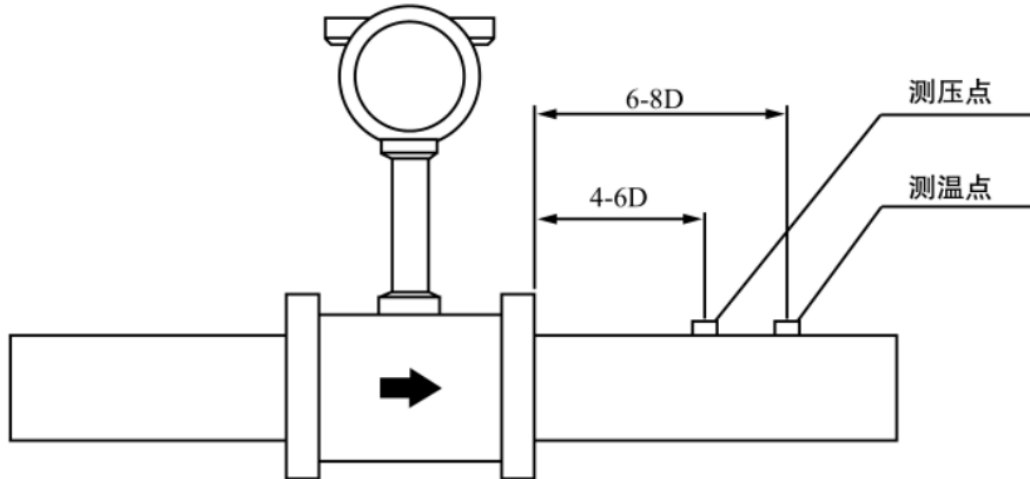

图6带温压补偿的安装位置
4、电气安装应注意传感器与转换器之前采用屏蔽电缆或低噪声电缆连接，其距离不应超过使用说明书的规定。布线时应远离强功率电源线，尽量用单独金属套管保护。应遵循“一点接地”原则，接地电阻应小于 $10\ \Omega$ 。整体型和分离型都应在传感器侧接地，转换器外壳接地点应与传感器“同地”。带温压补偿时安装位置，如图 6 所示。